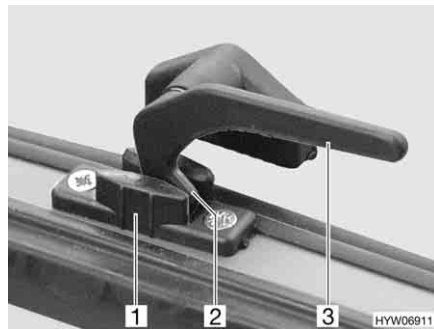

Fig. 98 Levier de verrouillage en position "Aération permanente"
- En position "Aération permanente" (Fig. 98)
- Tourner tous les leviers de verrouillage (Fig. 98,3) d'un quart de tour vers le centre du lanterneau.
- Remettre tous les leviers de verrouillage en position initiale. Le tenon de verrouillage (Fig. 98,2) doit pénétrer alors dans le logement prévu à cet effet dans le verrouillage du lanterneau (Fig. 98,1).